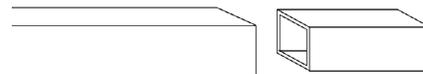

Abb. 2
4. RIVO/RIVO S über die Muffen stecken und die Gewindestift handfest mit dem Inbusschlüssel in die Gewinde schrauben. (Abb. 2 & 3)